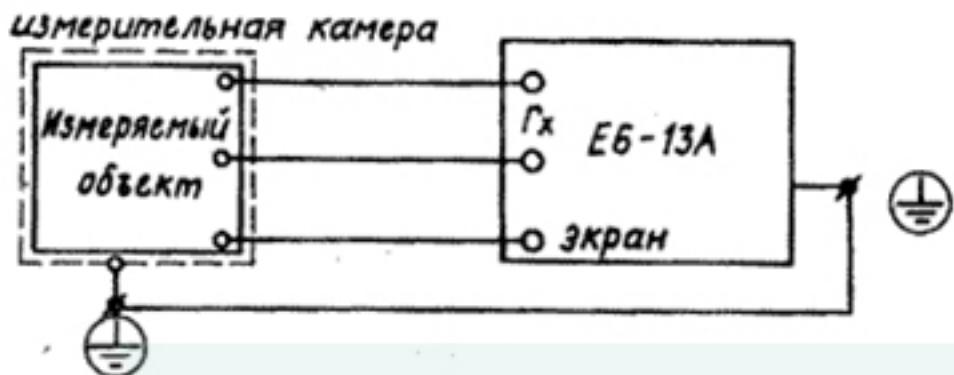

Рис.7
9.1.3. При измерениях на поддиапазонах выше 10^9 Ом поместите измеряемый объект в измерительную камеру, соединив между собой клеммы \oplus камеры и прибора (рис. 7).
9.3.2. Подключите измеряемый объект к гнездам r_x прибора (при измерении на поддиапазонах выше 10^9 Ом поместите измеряемый объект в измерительную камеру, подсоединив ее к прибору в соответствии с рис.7).